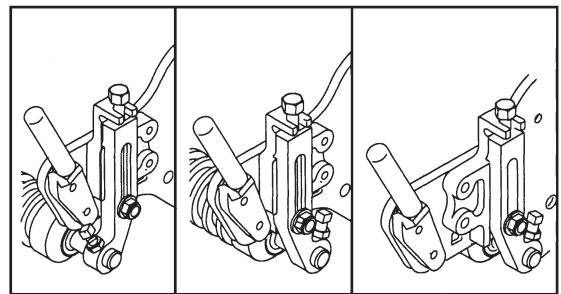

Figure 9
**Nota :** Le rouleau avant peut être positionné de trois manières différentes (Fig. 9) suivant l'utilisation et vos besoins.